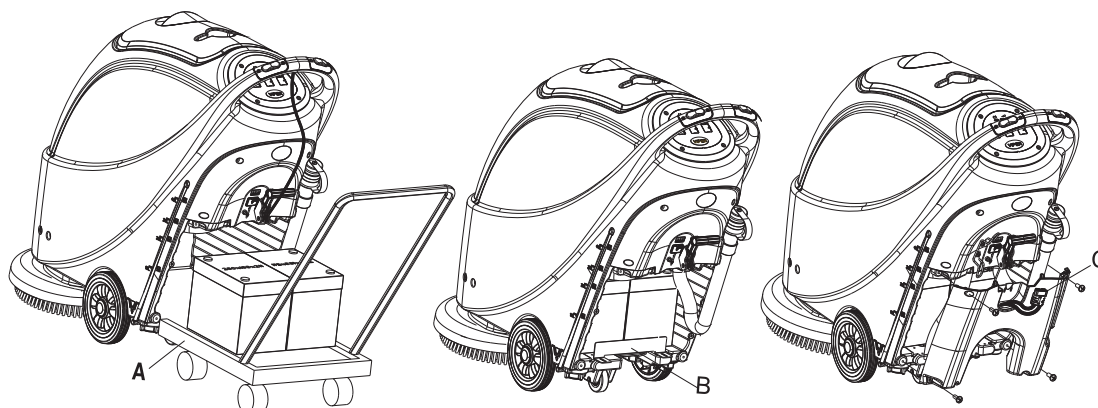

FIGURA 7
14. Instale la batería con las herramientas fabricadas especialmente para la instalación de baterías (A, Figura 7). Una vez instalada la batería, quitar las herramientas de instalación de la batería, e instalar el soporte de fijación de la batería (B, Figura 7).
15. Coloque el conector de la batería (C, Figura 7) a través del agujero en la parte superior de la tapa de la caja de la batería, inserte el tubo de desagote en el orificio derecho de la tapa de la caja de la batería, luego instale la tapa de la caja de la batería con 4 tornillos y monte el cable de elevación de la escobilla, la manguera de drenaje, y la escobilla sucesivamente.